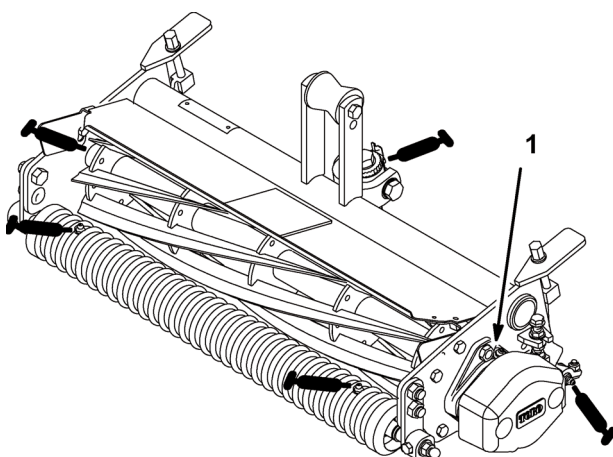

Fig.6
1. Posizione e numero di raccordi per ingrassaggio: perno della controlama (1), cuscinetti del cilindro (2), e rulli anteriore e posteriore (2 cad.) (Fig. 6).